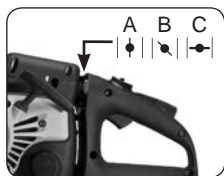
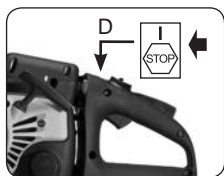

Fig. 9A
Fig. 9B
1. Pour démarrer le moteur glissez vers le haut l'interrupteur rouge ARRÊT (D) (Fig. 9B). L'étrangleur a 3 positions: FERMÉ |♦| (A), POSITION MÉDIANE |▼| (B) et OUVERT |→| (C) (Fig. 9A).